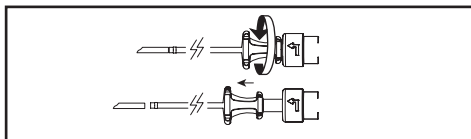

Figure 4
8. Dégager le stent du positionneur orientable en tournant la molette dans le sens des aiguilles d'une montre puis en poussant cette dernière vers l'avant (figure 4). Retirer le guide, puis le positionneur avec précaution.
7. Dégager le stent du positionneur orientable en tournant la molette dans le sens des aiguilles d'une montre puis en poussant cette dernière vers l'avant (figure 4).
Après avoir mis en place le stent mais avant de retirer le positionneur orientable, dégager le stent du positionneur orientable en tournant la molette dans le sens des aiguilles d'une montre puis en poussant cette dernière vers l'avant (figure 4). Tenir le nœud de la tubulure de récupération et couper l'un des brins. Tirer doucement sur le nœud de la tubulure de récupération pour la retirer, tout en maintenant la position du stent à l'aide du positionneur et du guide.